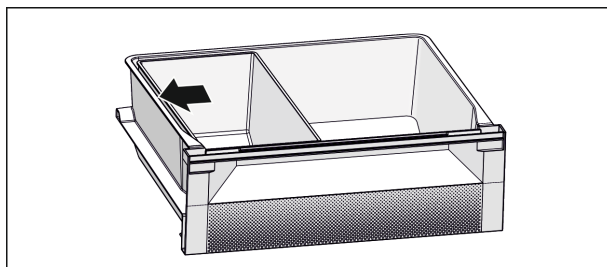

Fig. 7
- ▶ Za optimalno funkcijo hlajenja: Skledo Fish & Seafood namestite, kot je prikazano na sliki (glejte Fig. 7).